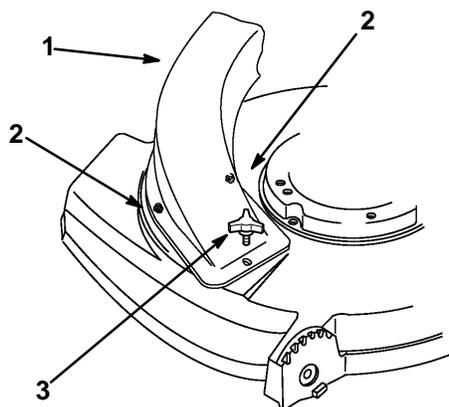

Figure 39
2. Retirer le bouton fixant l'obturateur au carter de tondeuse (Fig. 39).